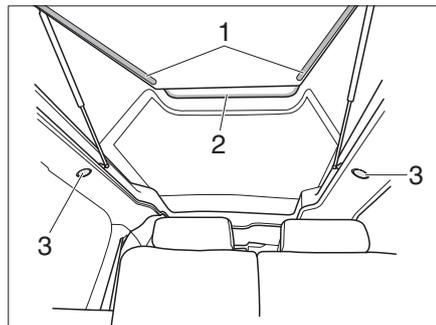

Bild 14 LED-Lichtleisten und -strahler
- Links und rechts unter der Liegefläche (Bild 14,1).
- Im Aufstelldach (Bild 14,2)
- Einbaustrahler (Bild 14,3)
Die LED-Lichtleisten (Bild 14,1) und (Bild 14,2) werden mit Doppellichtstastern ein- und ausgeschaltet:
- ▶ Taster nach **oben** drücken ( | ). LED-Lichtleisten (Bild 14,1) unter der Liegefläche gehen an.
- ▶ Taster nach **unten** drücken ( || ). LED-Lichtleiste im Aufstelldach (Bild 14,2) leuchtet.